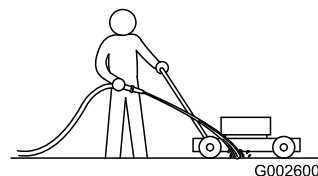

Figure 39
1. Mettez le moteur en marche lorsque la tondeuse se trouve sur une surface revêtue plane et dirigez un jet d'eau devant la roue arrière **droite** (Figure 39).